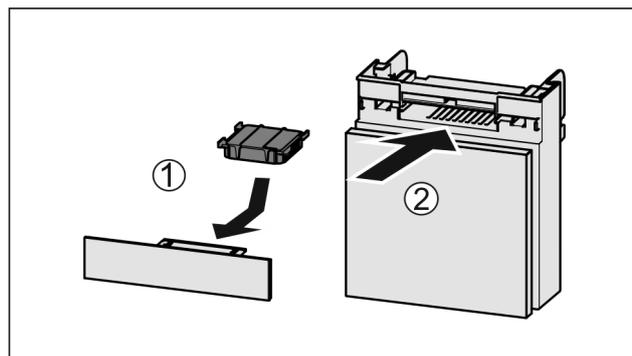

Fig. 160
- ▶ Insérer le filtre à charbon actif d'après le schéma Fig. 160 (1).
- ▶ Insérer le compartiment Fig. 160 (2).